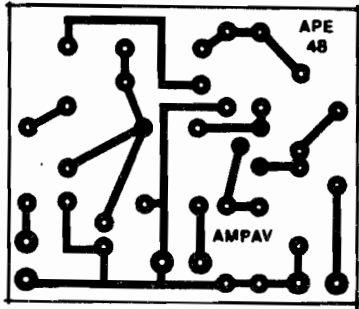

Fig. 2
- FIG. 2 - LAY OUT DO CIRCUITO IMPRESSO ESPECÍFICO - A plaquinha é simples, porém desenhada com atenção para os requisitos normais de circuitos que lidem com Frequências elevadas (nem tão ampla que possa determinar pistas longas e de impedância "sensível", nem tão compacta que possa estabelecer capacitâncias residuais danosas...). De qualquer modo, o layout é simples, de fácil reprodução